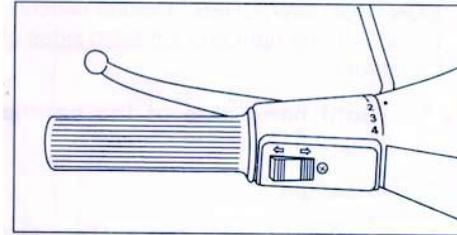

Abb. 22
- 2.2.1 Schieben Sie den Schalter (Abb. 22) nach links um links zu blinken und nach rechts um rechts zu blinken.